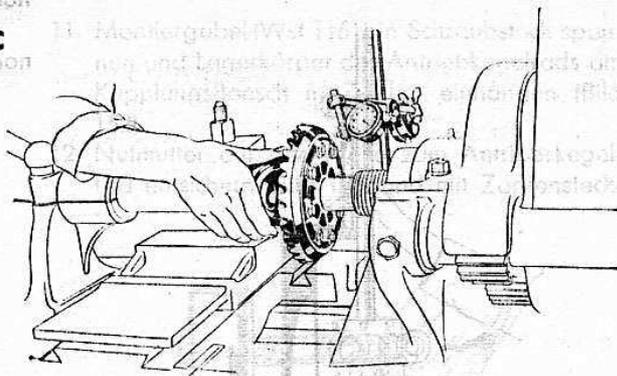

Bild 163
7. Ausgleichgehäuse (leer) mit Tellerrad mittels Dorn zwischen Drehbankspitzen nehmen und Rundlauf der Lagerstellen und des Tellerrades prüfen (zulässige Abweichung: Außenkante Tellerrad 0,03 mm) (Bild 163).